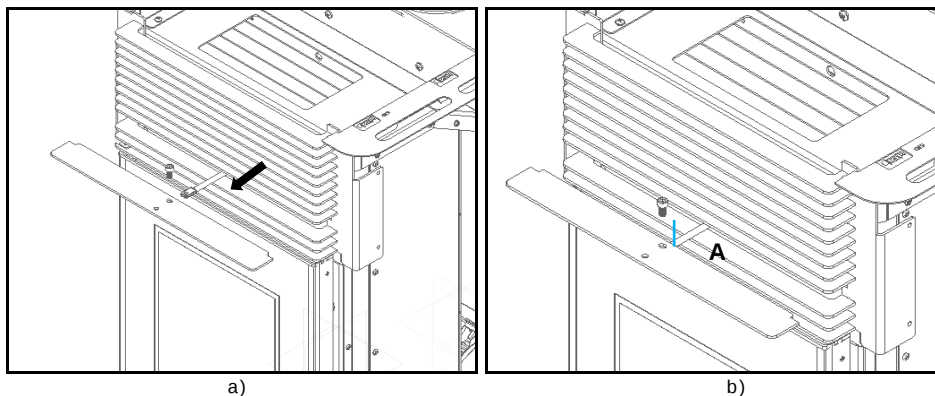

Figura 92 – Aperto da pala do registo
b) De seguida puxar o varão do registo para a frente (Figura 92-a), coincidir o furo do varão e com o furo da pala e uni-los com um parafuso **A** (DIN 7991 M6x10).